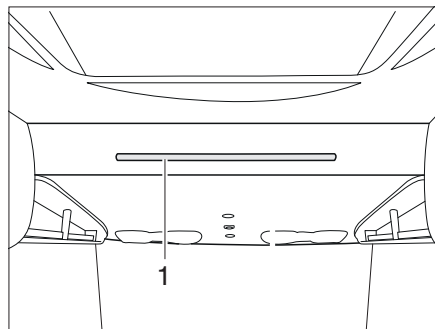

Fig. 153 Lit escamotable manuel
- Tirer le lit escamotable à deux mains vers le bas à l'aide de la barre de maintien (Fig. 153,1).
- Accrocher l'échelle d'accès avec les deux étriers dans la barre de maintien (Fig. 153,1) du lit escamotable.